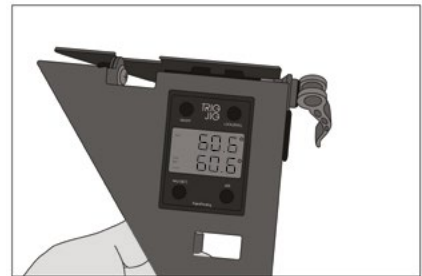

bild 15
- Sie können den Trigjig wie oben dargestellt lockern, anpassen und spannen, um mit dem Eckwinkel und Schrägwinkel übereinzustimmen (Bild 15).